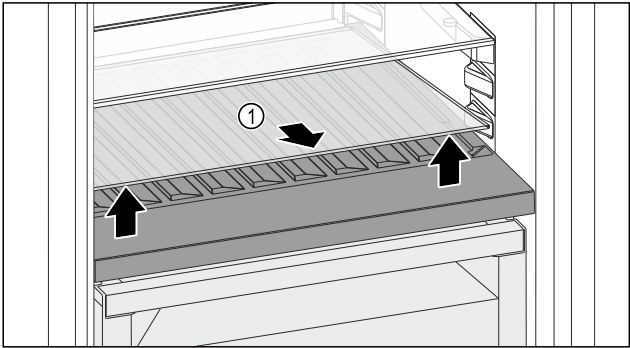

Fig. 144
► 抬起前部槽上的玻璃隔板 Fig. 144 (1) 并取出。
► 将玻璃隔板 Fig. 144 (1) 稳妥地放在冰箱外。